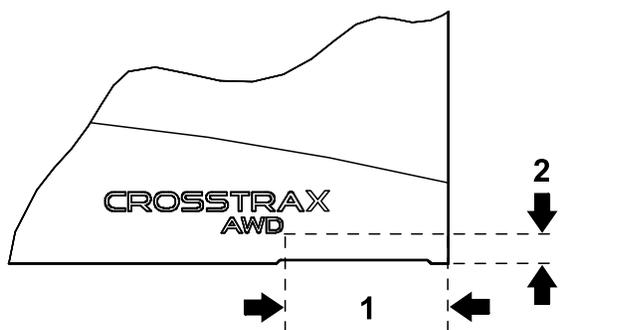

Figura 15
- Usando las dimensiones indicadas en la Figura 15, coloque una pegatina CROSSTRAX en la esquina inferior trasera de cada lado del capó.